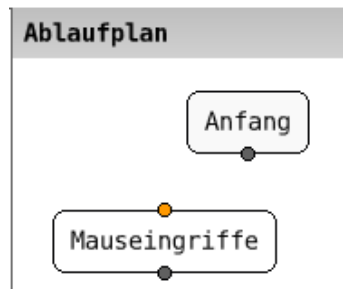

Abbildung 5: Der erste Verbindungspunkt ist aktiviert.
1. Einen Verbindungspunkt einer Funktionen anklicken. Er ist nun aktiviert und wird orange hervorgehoben (s. Abbildung 5).